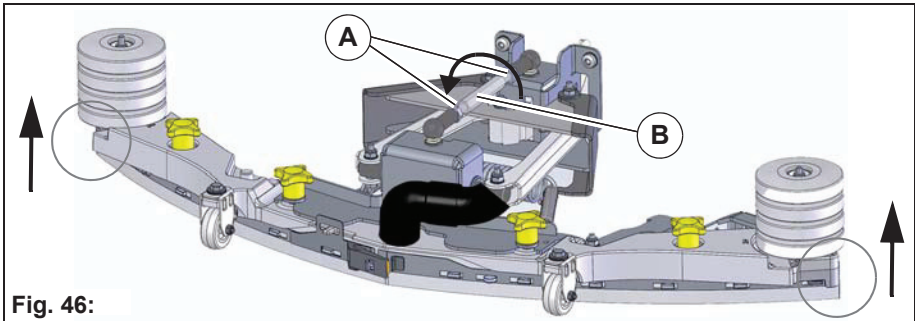

Fig. 46:
2. Desserrer les contre-écrous **Fig. 46-A** et régler le pied d'aspiration en tournant la tige filetée **Fig. 46-B** de telle manière que les extrémités des bandes d'étanchéité soient tout juste en contact avec le sol.
- Rotation de la tige filetée dans le sens inverse des aiguilles d'une montre : l'écart entre la bande d'étanchéité et le sol s'agrandit aux extrémités **Fig. 46**.